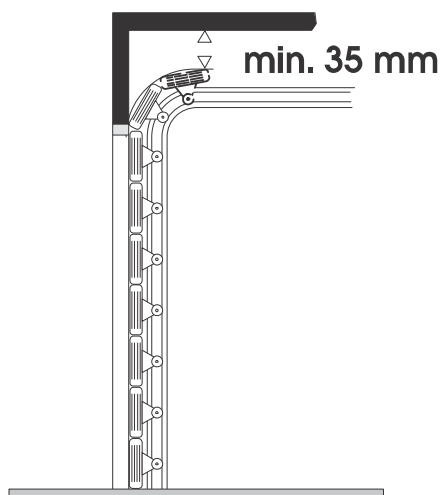

Abb. 4
Maximaler Platzbedarf von der Decke (mm)	35 (Abb. 4)
- Sicherstellen, dass zwischen Decke und dem höchsten Gleitpunkt des Tors ein Freiraum von mindestens 35 mm besteht (Abb. 4).
- 2) Auf dem Sturz eine horizontale Linie anzeichnen, die mit der maximalen vom Tor während der Bewegung erreichten Höhe übereinstimmt (siehe Abb. 4).